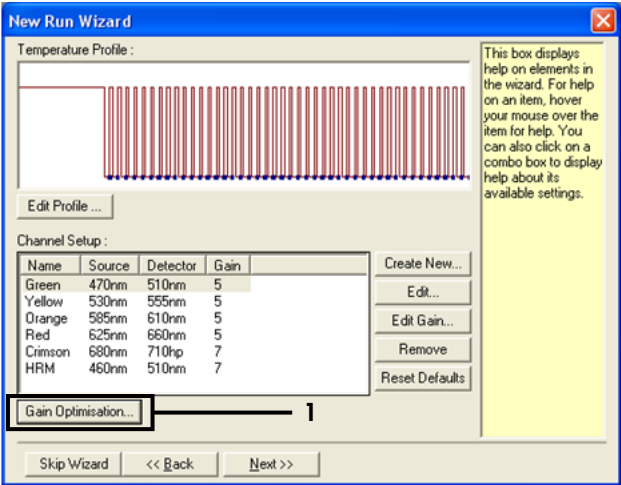

Abbildung 29. Verstärkungsoptimierung (1).
12. Klicken Sie im nächsten Dialogfeld auf „Gain Optimisation“ (Verstärkungsoptimierung) (Abbildung 29).